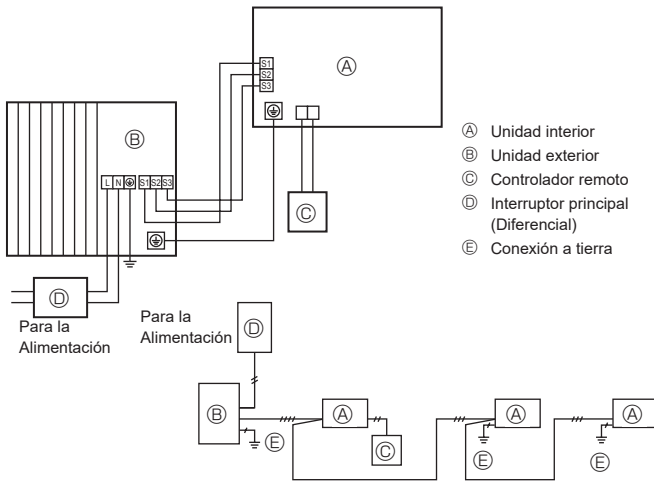
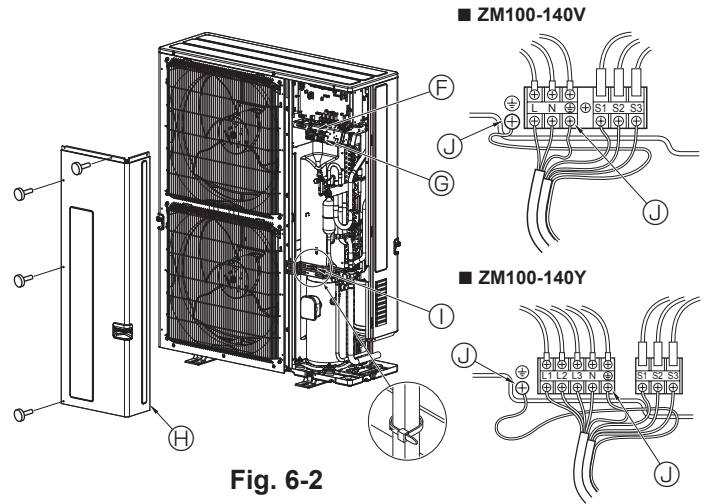

Fig. 6-1
Fig. 6-2
### 6.1. Unidad exterior (Fig. 6-1, Fig. 6-2)
- ① Extraiga el panel de servicio.
- ② Tienda los cables de acuerdo con la Fig. 6-1 y Fig. 6-2.